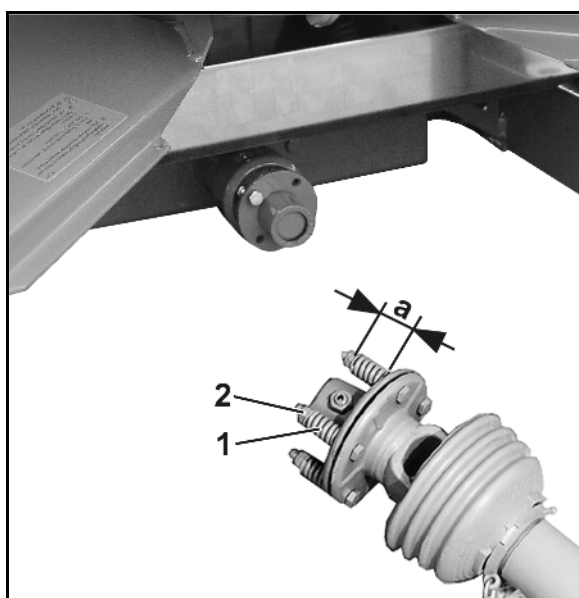

Bild 97
3. Skruva (Bild 97/1) ur avtappningspluggen.